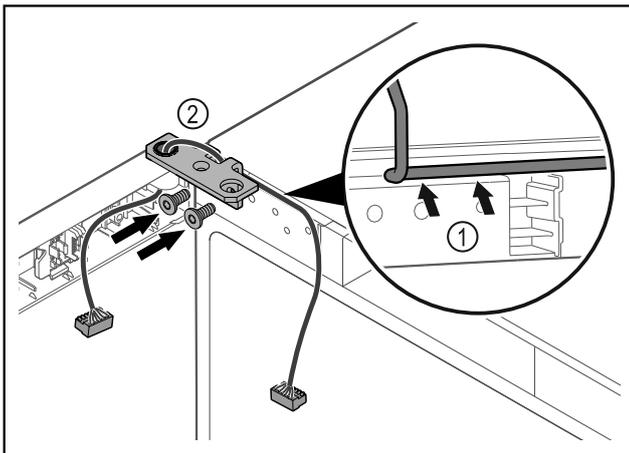

Fig. 44
- ▶ Кабель провести через виїмку шарнірного кутика і обережно прокласти Fig. 44 (1).
- ▶ Накрутити шарнірний кутик Fig. 44 (2).